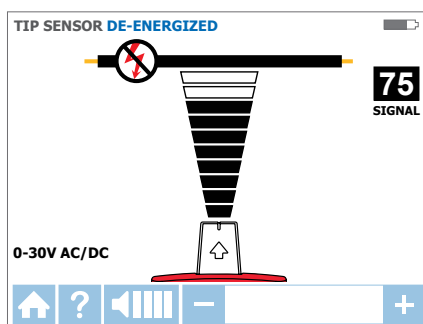

Figure 3.2c
2. Sélectionnez le mode CAPTEUR DE POINTE hors tension à l'aide des flèches directionnelles pour mettre en surbrillance ce mode de fonctionnement et en appuyant sur le bouton jaune « ENTRÉE ». L'écran apparaît comme indiqué en Figure 3.2c